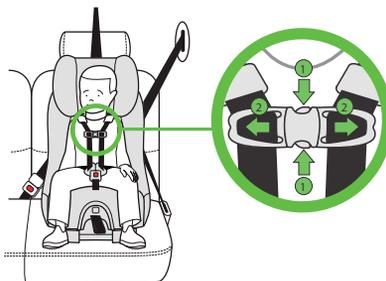

Figura 125
Apriete las lengüetas del broche del pecho para abrirlo (1) y separe las dos piezas del mismo (2), como se muestra en la **figura 125**.